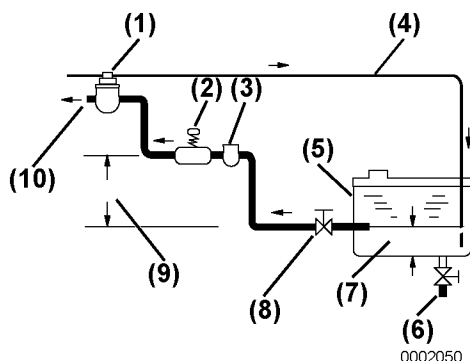

Figura 2
Asegúrese de instalar un grifo de drenaje (**Figura 2, (5)**) en el fondo del tanque de combustible para eliminar el agua y los contaminantes.
Instale un filtro de combustible o separador de agua (**Figura 2, (2)**) y un filtro de combustible entre el tanque y la bomba de inyección de combustible.